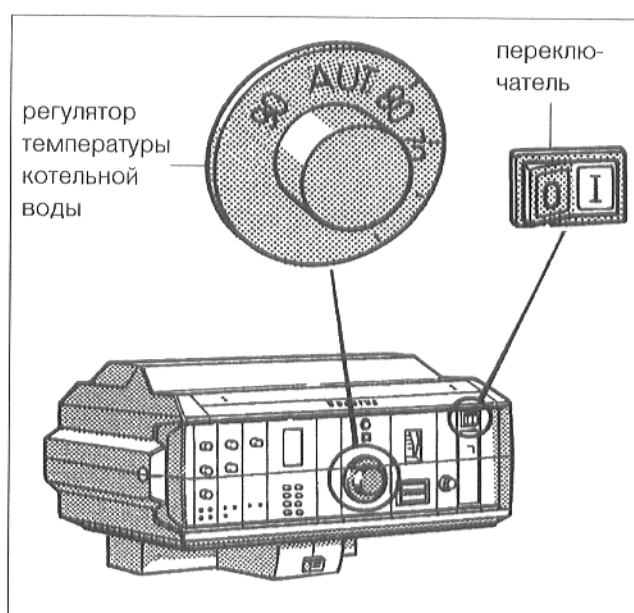
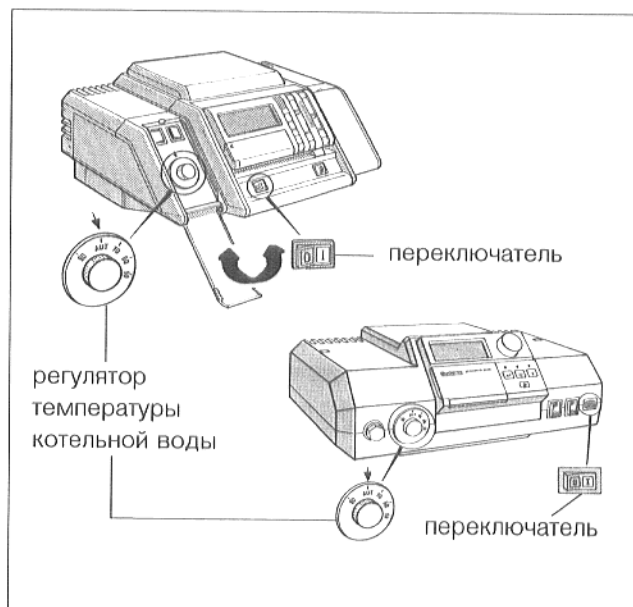

Рис. 27: HS 3220
Рис. 28: системы регулирования 2000 и 4000
Открыть откидную крышку регулятора слева, в направлении вниз (рис. 28).
- Установить переключатель режима работы (рис. 27 и рис. 28) в поз. I (ВКЛ.).
- Установить регулятор температуры котельной воды на желаемую температуру. У "Ecomatic-регулирования" произвести установку на "AUT" (рис. 27 или рис. 28).
Произвести монтаж прозрачного покрытия (рис. 27).
Закрыть левую откидную крышку (рис. 28).
- Установить переключатель режима работы (рис. 27 и рис. 28) в поз. 0 (ВЫКЛ.).